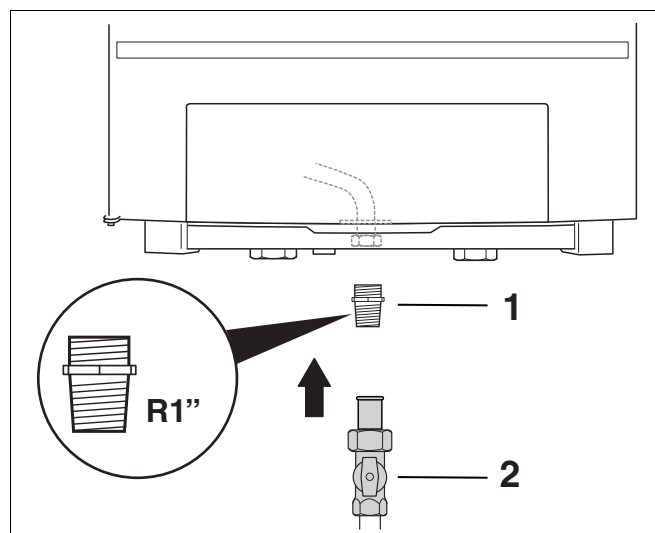

Fig. 11 Collegamento del raccordo del gas
Per il montaggio del rubinetto del gas è necessario un raccordo per rubinetto del gas 1" (fig. 11, pos. 1). Per effettuare l'ordine, vedere l'indirizzo sul retro di questo documento.
- Montare il raccordo per rubinetto del gas da 1" (accessorio) (fig. 11, pos. 1).
- Installare il rubinetto del gas (fig. 11, pos. 2) nella tubazione del gas (GAS). Utilizzare un rubinetto con un diametro minimo di almeno 1".